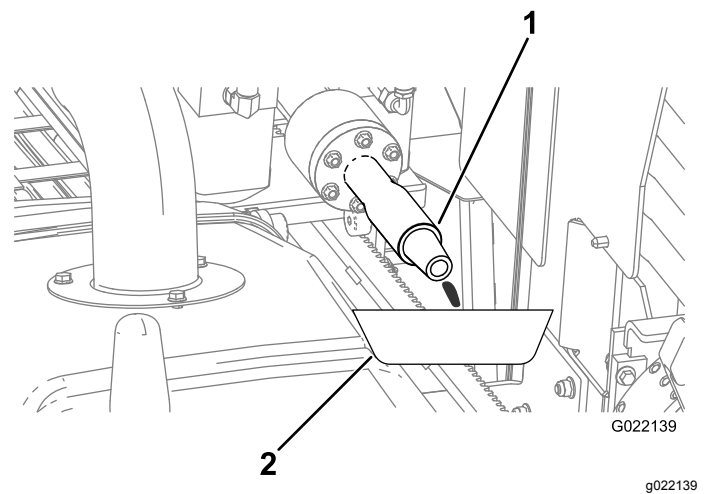

Figura 127
- A. Posicione uma bandeja de drenagem sob o mandril para coletar o excesso de anticongelante (Figura 127).
- E. Quando o anticongelante escoar pelo mandril (Figura 127), desligue a bomba.